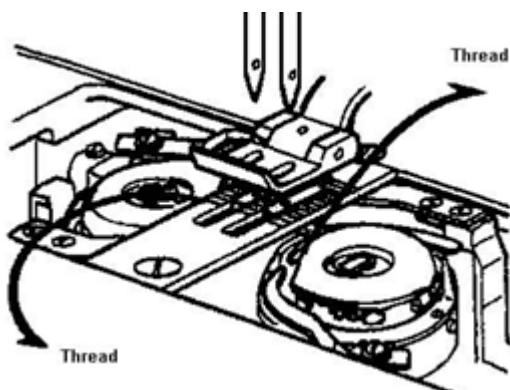

Figura 19
- A ponta de ambas as linhas da bobina devem ser mantidas sobre a base da mesa, como mostrado na Figura 19